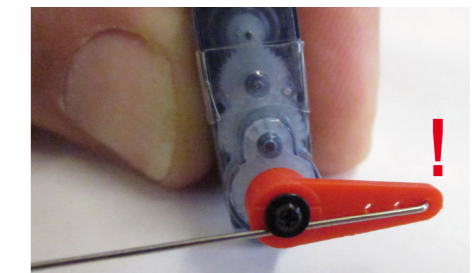

Abb. 11
- c) Befestigen Sie den Stellarm und den Draht mit Hilfe der beiliegenden Bundkopfschraube. (Abb. 11 / Beispiel zeigt Einbaulage "rechts")